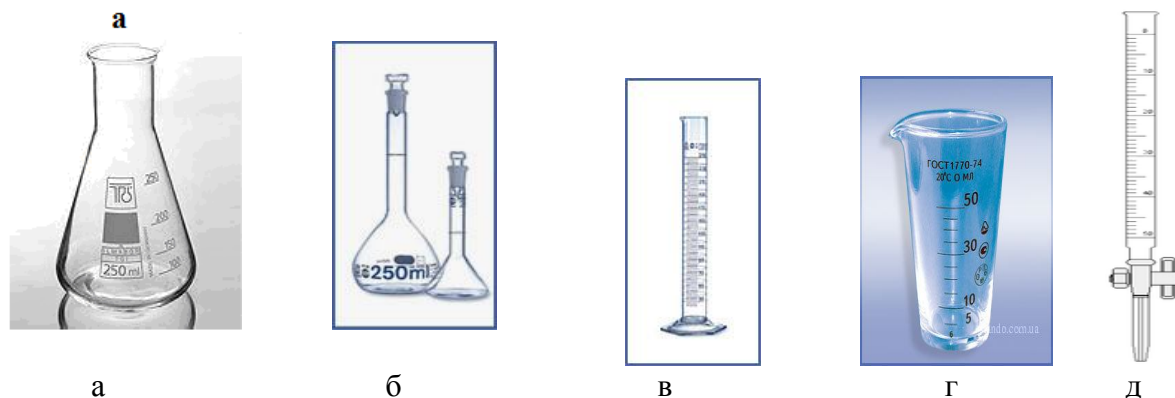

Рисунок 1 – Мірний скляний посуд:
В хімічних лабораторіях найбільш поширене застосування має мірний скляний посуд (мірні конічні колби, бюретки, піпетки, мірні циліндри, стакани й мензурки тощо), який має певні функції та особливості в роботі (рис. 1).
*Конічні колби* (рис. 1, а) – плоскодонні колби місткістю 200–500 мл. Використовують для проведення реакцій.
*Мірні колби* (рис. 1, б) – плоскодонні колби з подовженим, вузьким горлом, на яке нанесена кругова позначка. Об'єм розчину до кругової позначки визначає місткість мірної колби. На практиці використовують мірні колби місткістю 50, 100, 250, 500, 1000 мл. Мірні колби застосовують для приготування розчинів точної концентрації з фіксаналів або за точною наважкою речовини, а також для розведення розчинів.
*Мірні градуйовані циліндри* (рис. 1, в) й *мензурки* (рис. 1, г) використовуються для грубого відмірювання об'єму рідини, існують різної ємкості: 5, 10, 25, 50, 100, 150, 250, 500, 1000 мл.
*Бюретки* (рис. 1, д) – градуйовані скляні трубки, що мають однаковий діаметр по всій довжині. Вони закріплюються вертикально на лабораторному штативі. В нижній частині бюретки мають скляний кран або гумову трубку зі скляною кулькою (або затискувачем), які з'єднані зі скляним капіляром для витоку розчину. Бюретки призначені для титрування або для вимірювання невеликих об'ємів розчинів у серійних аналізах.